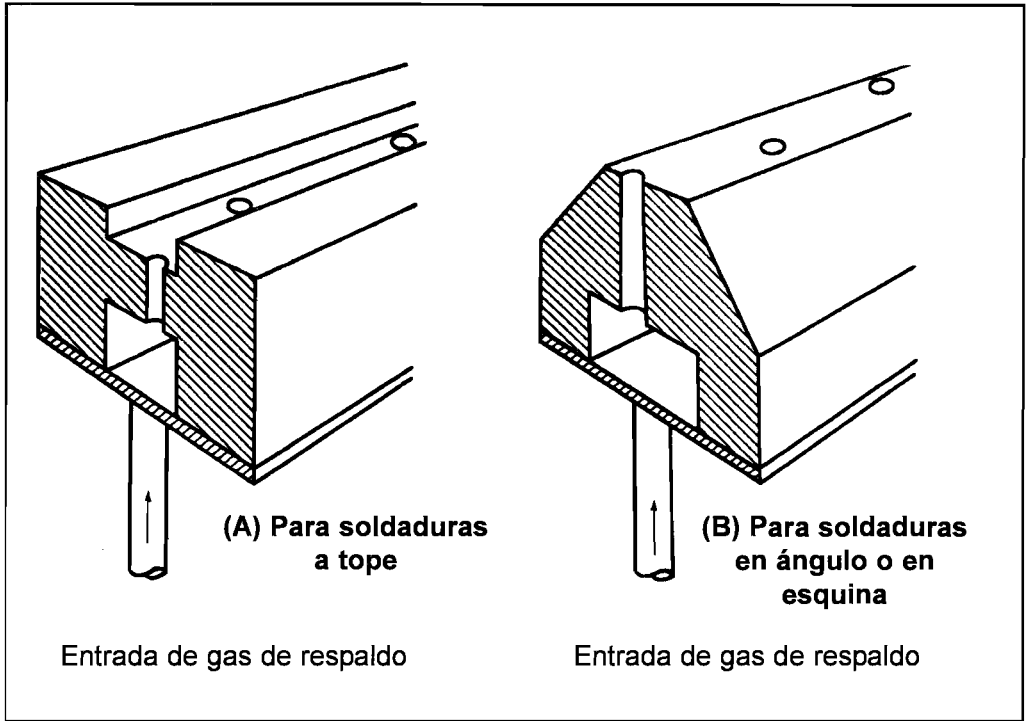

FIGURA 29.4: ZAPATAS DE RESPALDO PARA SUMINISTRO DE GAS
3. Proteger la raíz de la soldadura durante el soldeo, para ello se utilizará el gas de respaldo suministrado por anillos, zapatas de respaldo (ver figura 29.4 y figuras del apartado 11.3) o incorporar salidas de gas en los sistemas de fijación de las piezas. El tamaño de la ranura de salida de gas depende, entre otras cosas, del espesor de las piezas indicándose en la tabla 29.2 las dimensiones recomendadas.